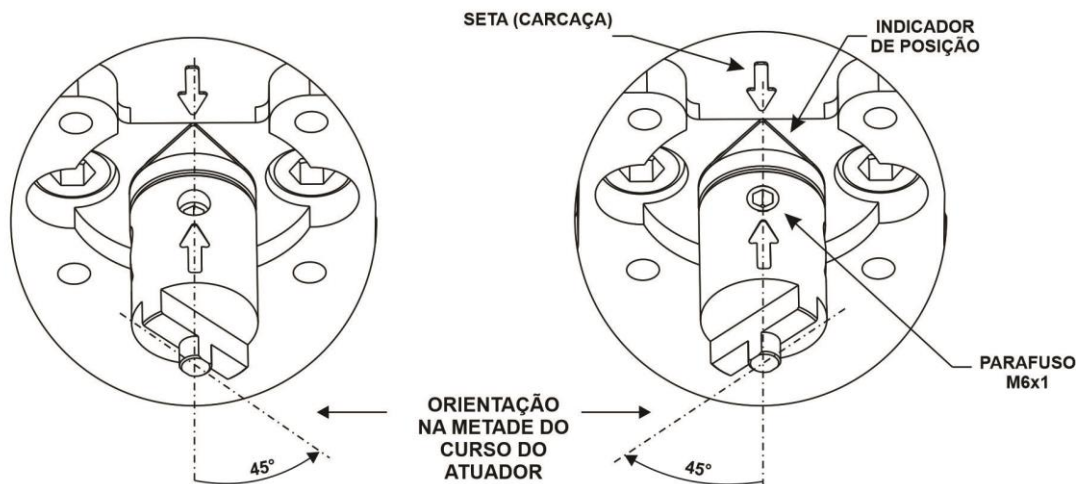

Figura 1.5 – Orientação do conjunto do adaptador rotativo no atuador
6. Encaixe o adaptador rotativo no eixo de realimentação do FY500 e ajuste sua posição no eixo do atuador de forma que a seta do atuador fique alinhada com a marca da seta na traseira da carcaça do FY500. Veja a figura 1.5.
7. Prenda o adaptador rotativo ao eixo de realimentação com um parafuso M6 x 10 (parafuso de trava do adaptador) conforme mostrado na figura 1.5. Aperte até que o parafuso entre completamente na peça.